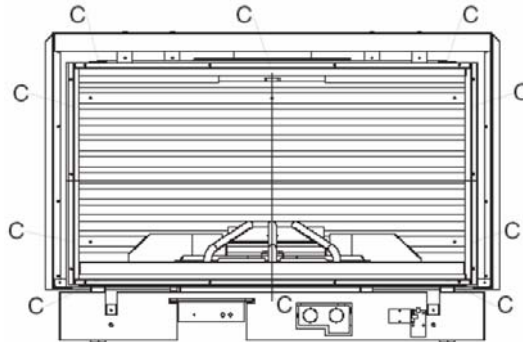

Fig. 5
- 3) Verwijder het glas door glasklemmen C (zie fig. 5) te verwijderen, bijvoorbeeld met een schroevendraaier. Wees voorzichtig met de glasplaat en draag handschoenen. Overtuig u ervan dat het glas vrij is van vingerafdrukken voordat u het glas terugplaatst. **Het is niet mogelijk om ingebrande vingerafdrukken van het glas te verwijderen!**